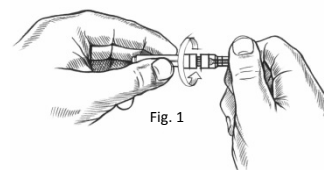

Fig. 1
- Fjern hæften på kanylens ventilidél. (Fig. 1)